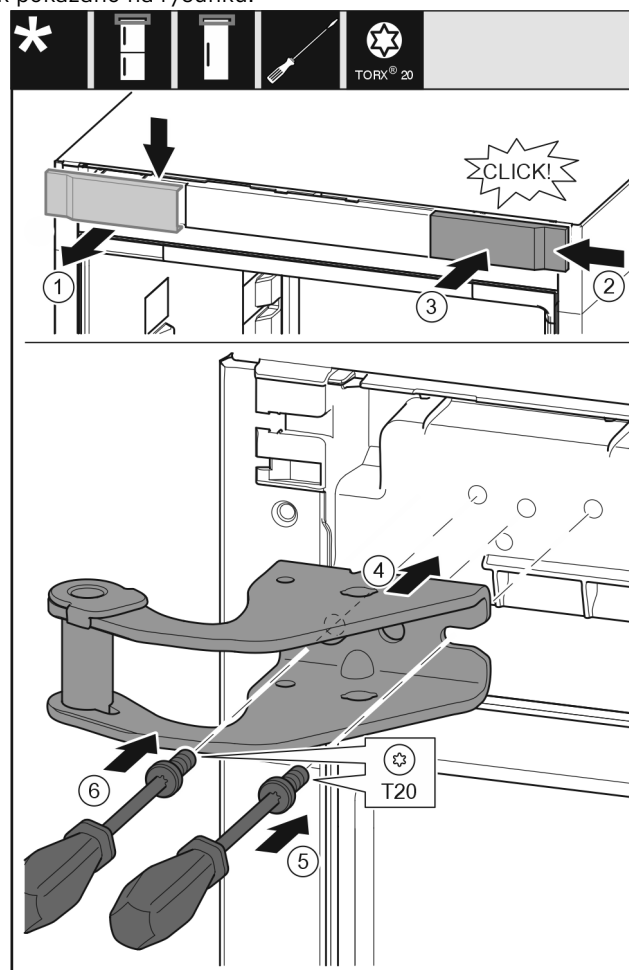

Fig. 31
- ▶ Wyjąć ostonę od góry do przodu. Fig. 31 (1)
- ▶ Ostonę obróconą o 180° założyć z drugiej strony od prawej. Fig. 31 (2)
- ▶ Zażębić ostonę. Fig. 31 (3)
- ▶ Założyć górną płytkę zawiasu. Fig. 31 (4)
- ▶ Śrubę założyć przy pomocy śrubokręta T20 i mocno dokręcić. Fig. 31 (5)
- ▶ Śrubę założyć przy pomocy śrubokręta T20 i mocno dokręcić. Fig. 31 (6)